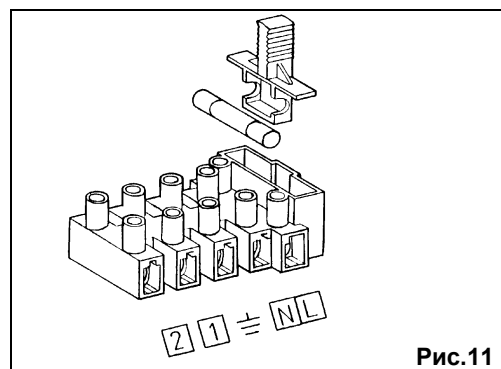

Рис.11
- откройте доступ к клеммам подключения электропитания (рис.11), как описано выше
- удалите перемычку между клеммами (1) и (2)
- проденьте двухпроводной кабель, идущий от термостата, через держатель и подключите его к клеммам (1) и (2).